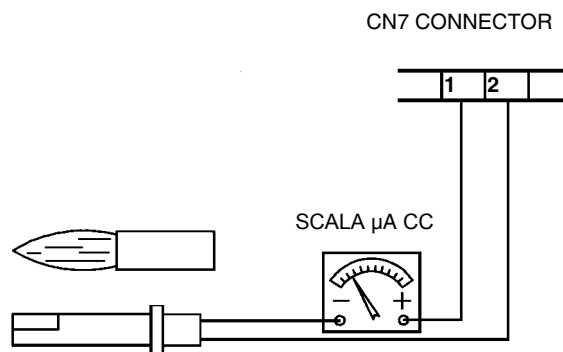

Fig. 56
- Examinați și curățați perfect fotorezistența de detectare a flăcării și înlocuiți-o dacă este necesar. Dacă aveți dubii, verificați circuitul de detecție după prima repornire a arzatorului , urmând procedura ilustrată în Fig. 56.
Pentru a masura semnalul de detectie , urmati schema din Fig. 56 . Daca semnalul nu este in gama admisibila, verificati contactele electrice, curatenia capului de ardere si pozitia fotocelulei ; daca este necesar inlocuiti-o .